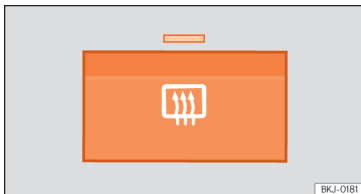

Fig. 145 Junto con los mandos de la climatización: conmutador de luneta térmica.
- Pulse el conmutador de desempañado  » **fig. 145**